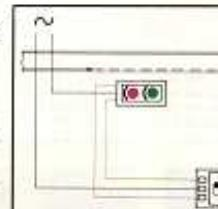

Fig. 4
- collegamento di un segnale per comando di un tratto controllato (fig. 4);